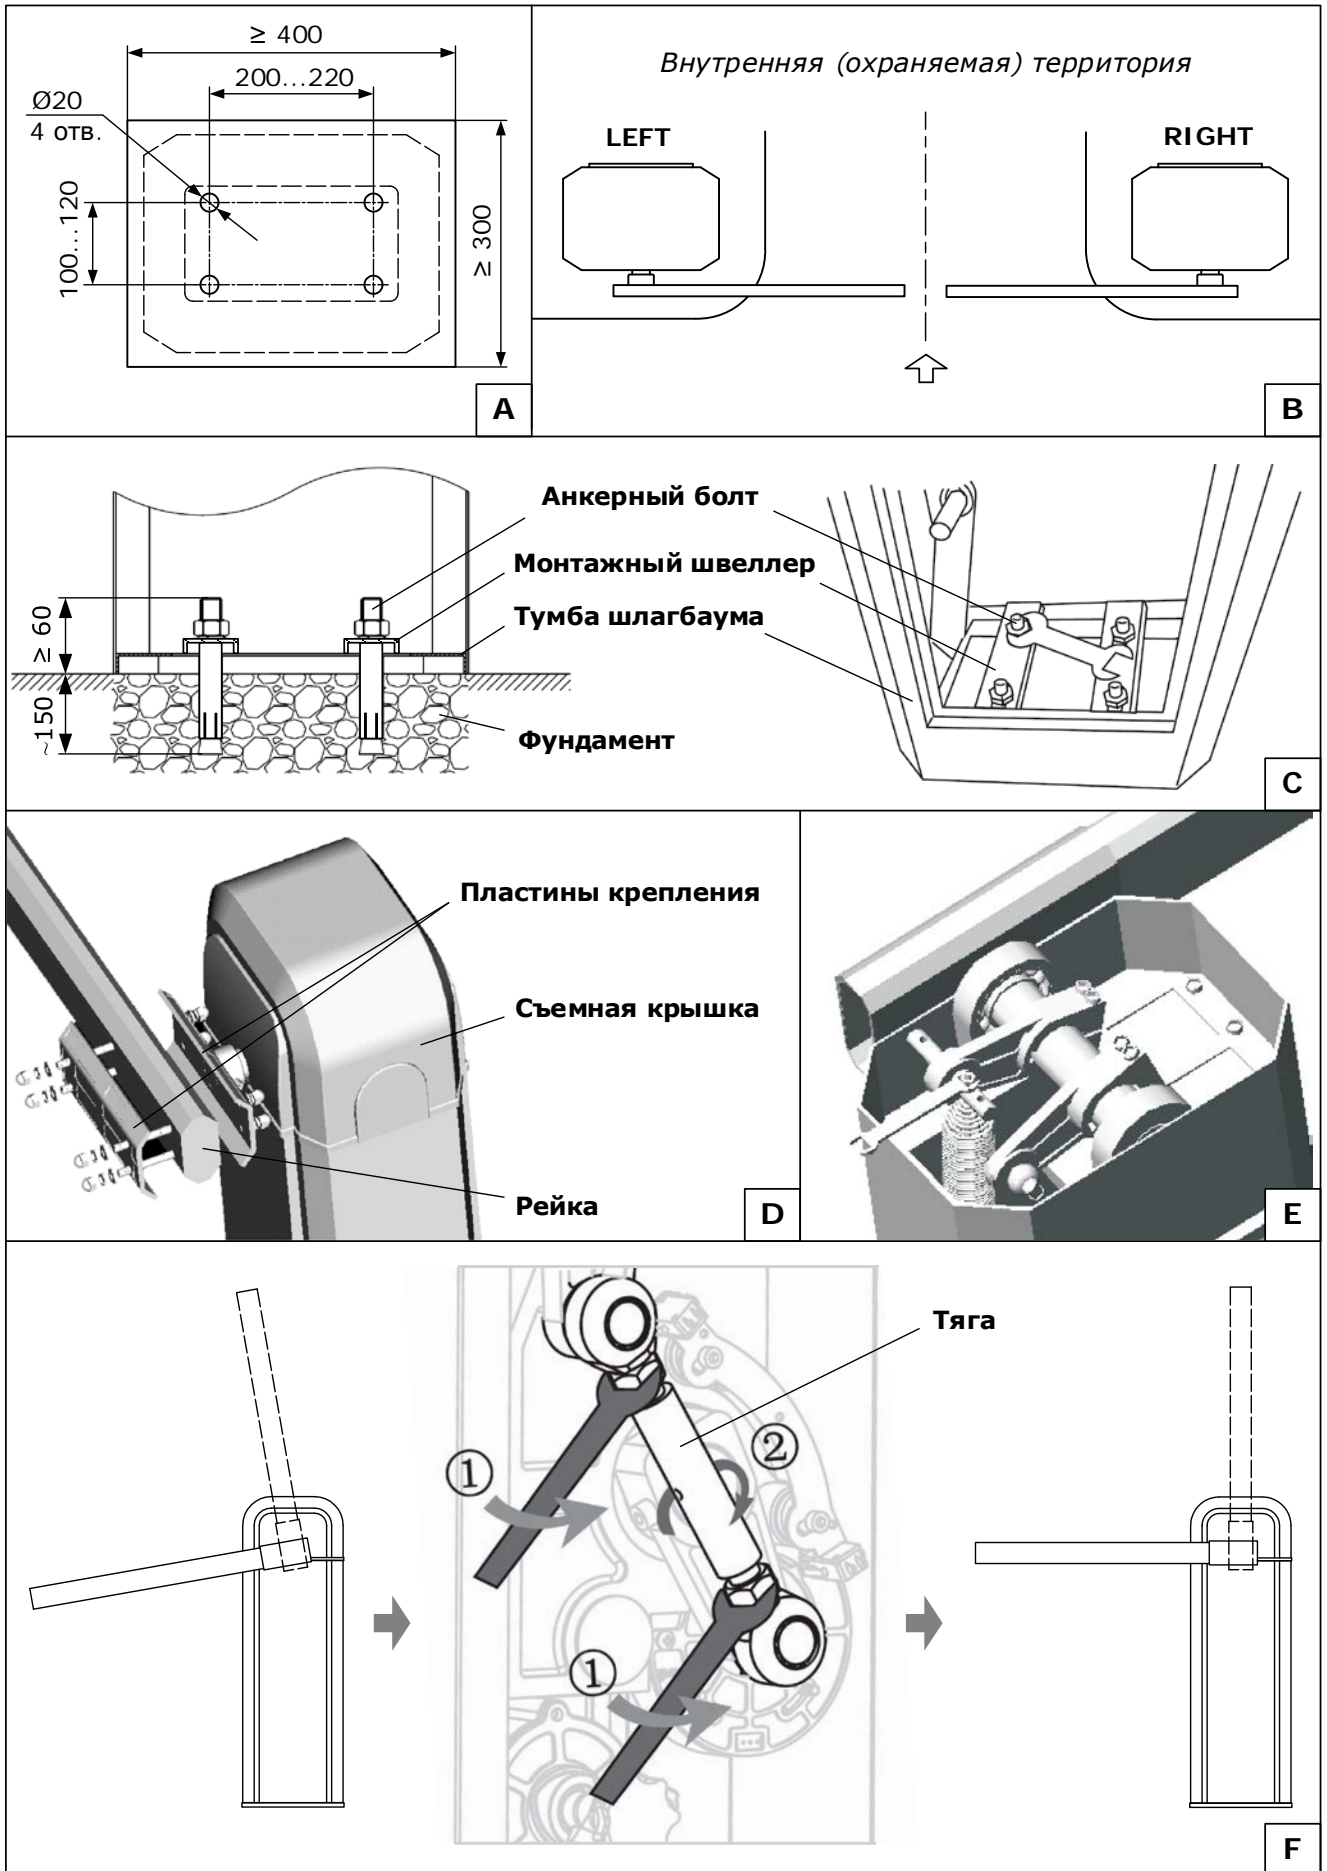

Рисунок 4. Монтаж шлагбаума
- Подготовьте фундамент. Рекомендуемые размеры фундаментной площадки для монтажа тумбы шлагбаума - Рисунок 4А.
Для установки тумбы шлагбаума необходимо (Рисунок 4А, 4С):